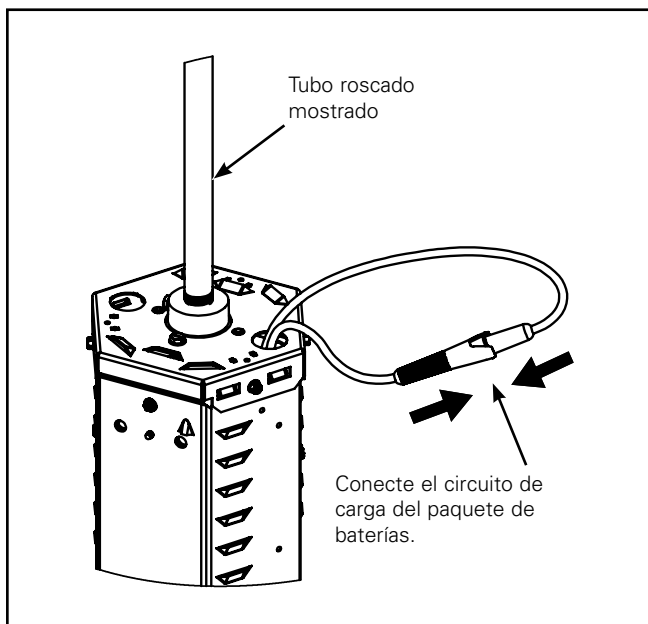

Figura 3.
4. Conecte los cables provenientes del orificio de extracción y vuelva a colocar los cables dentro del accesorio. (Figura 3).